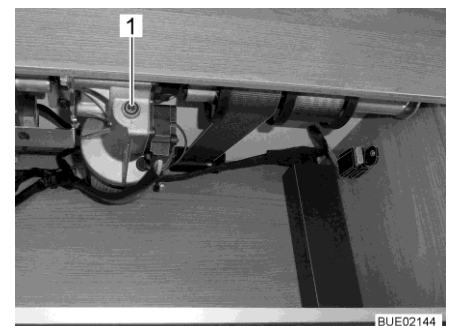

Bild 150 Åtkomst till drivenheten
- Stick den medföljande veven eller insexnyckeln i hållaren vid motorn (Bild 150,1).